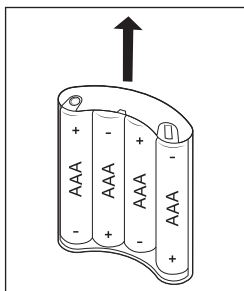

Rys. 1
2. Odwróć urządzenie główne 7 spodem do góry, aby uzyskać dostęp do pokrywy wnętrza na baterie 13. Obróć pokrywę wnętrza na baterie 13 w lewo, w kierunku **open** , aż będzie możliwe zdjęcie pokrywy wnętrza na baterie 13 (patrz rys. 1).